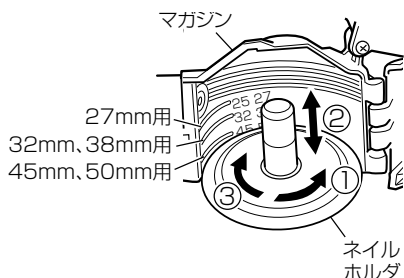

図 8
③ネイルホルダをカチッと音のするまで(約90°)右に回します。(図8)